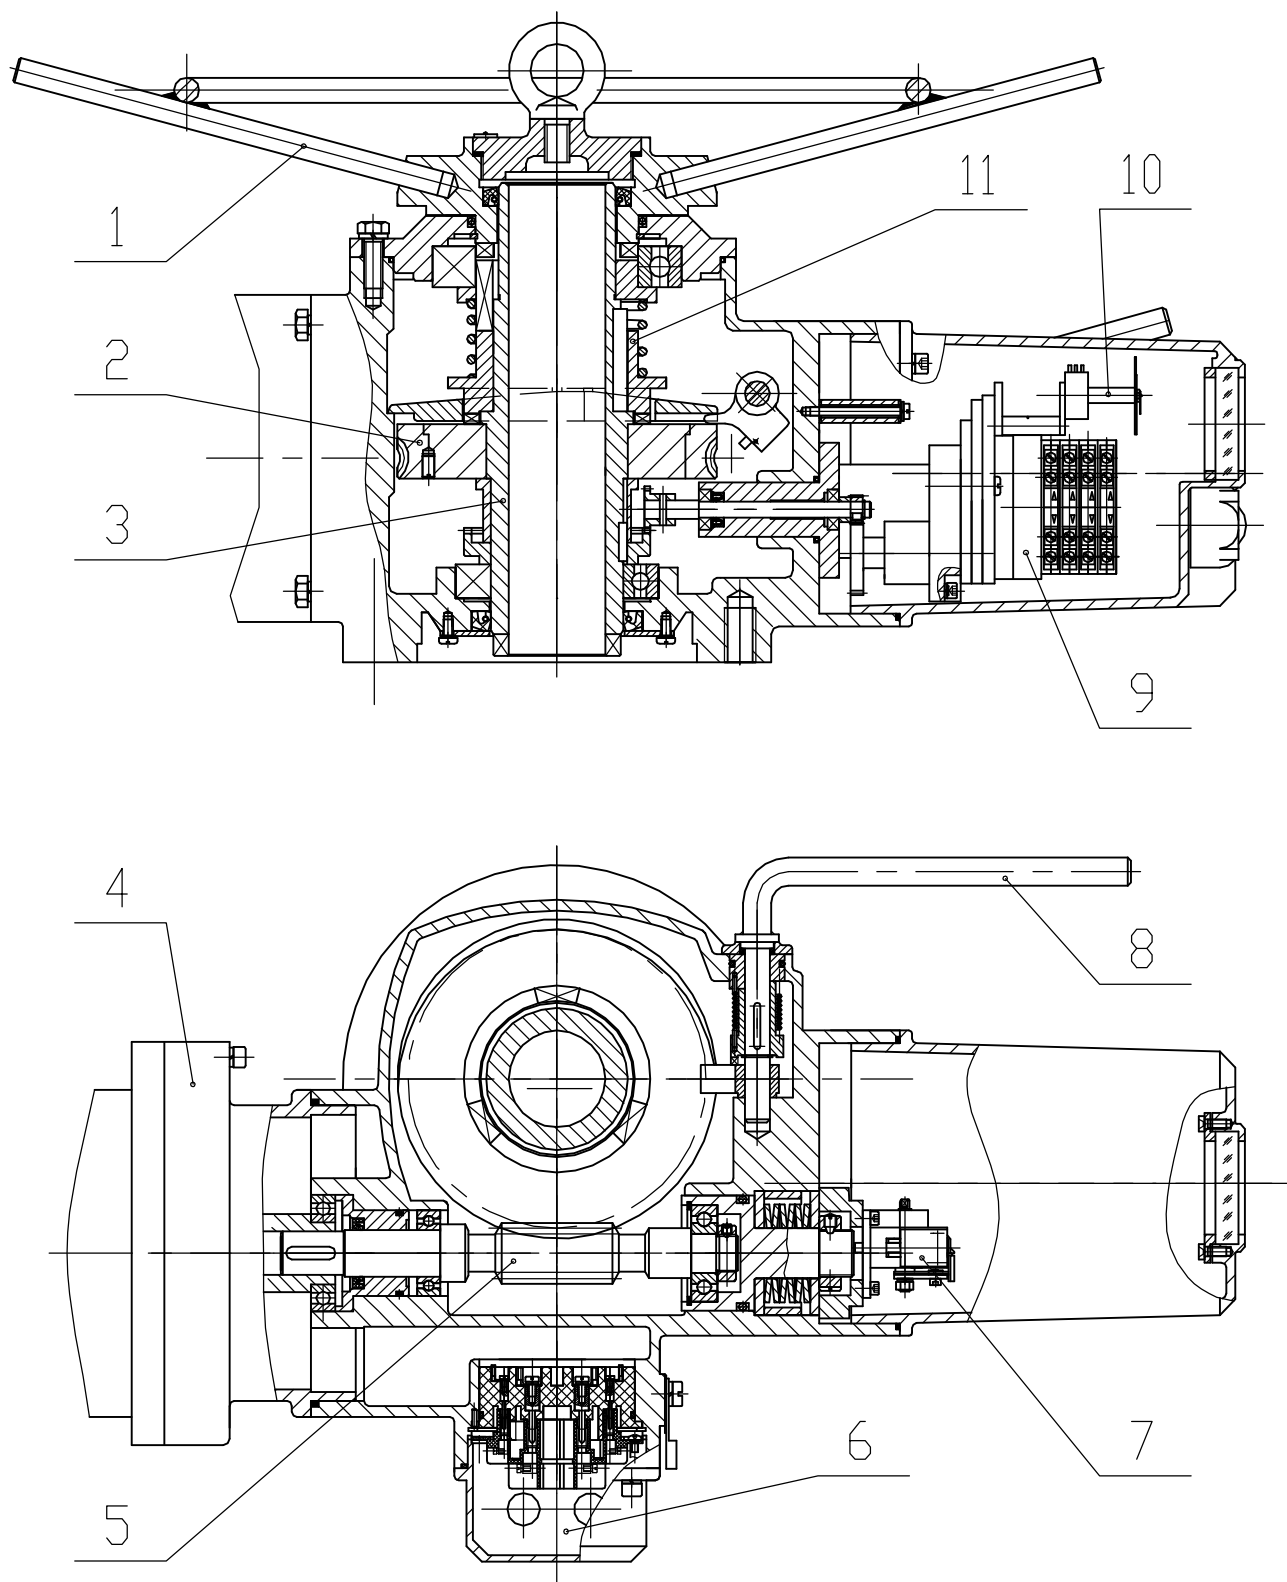

图 1 SND 机械型执行机构结构图
- ①输出转矩 50N·m~1200N·m，为单级 SND 执行机构，见图 1
- ②输出转矩 1800N·m~10000N·m，为 SND 叠加直齿轮减速器而成。
- ①输出转矩 2000N·m~20000N·m，为 SND 叠加蜗轮减速器而成。
- ②输出转矩 32000N·m~165000N·m，为 SND 先叠直齿轮减速器再叠蜗轮减速器而成。
- ③输出转矩小于 2000N·m，为特殊订货。
电动时，传动路线如下：专用电机——蜗杆轴——蜗轮——离合器——输出轴；需要手动时，压下切换手柄，使离合器上移脱开蜗轮而与手轮接上（这时松开手柄，手柄将恢复到初始位置）即可手动操作，传动路线如下：手轮——离合器——输出轴。SND-ZJ₆₀¹⁵ 和 SND-ZJ₁₂₀⁹⁰ 通常具有蜗轮副手动增力机构，速比分别为 10 和 20。（增力机构图 1 中未画出）